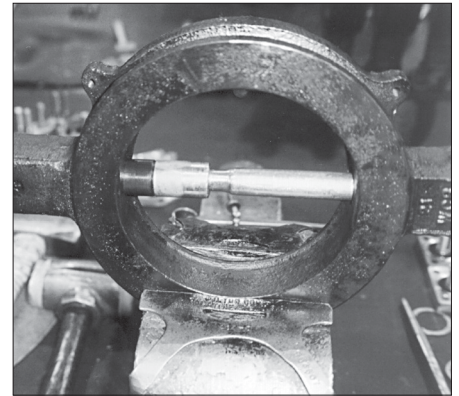

Figure 5 - Insertion partielle du palier de l'arbre.
2. Afin d'éviter d'endommager le palier de l'arbre (8), l'enfoncer doucement dans la portée du corps de l'arbre en frappant légèrement sur le palier (8) à l'aide d'un maillet en caoutchouc.
3. Une fois le palier de l'arbre (8) partiellement enfoncé dans la portée du corps du robinet, introduire l'outil de montage/démontage contre le palier de l'arbre supérieur. (Voir la figure 5.)